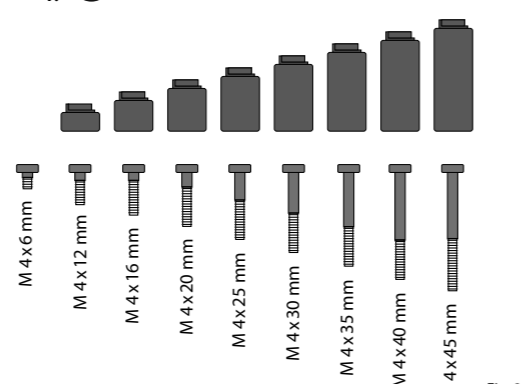

Fig. 2
- La dimension de base du cylindre est de 30 mm de chaque côté. À la livraison, le cylindre présente du côté extérieur une longueur de base de 30 mm, le bouton extérieur étant déjà prémonté. Est joint au cylindre un jeu d'adaptateurs qui vous permet d'ajuster le cylindre à l'épaisseur de la porte, jusqu'à 67,5 mm (mesurée à partir du milieu de la vis de fixation). Les vis adaptées aux longueurs des adaptateurs sont comprises dans ce jeu (Fig. 2).